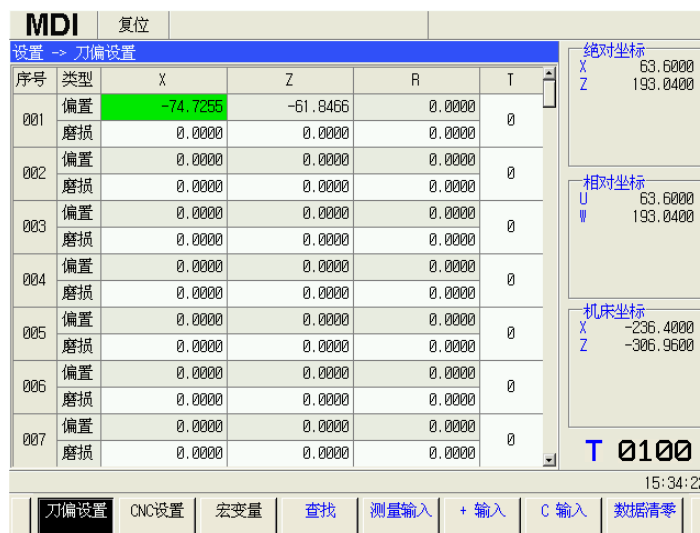

图 2-12 刀偏设置页面
(1) 在设置页面集下，按  软键进入刀具偏置管理页面，如图 2-12 所示：